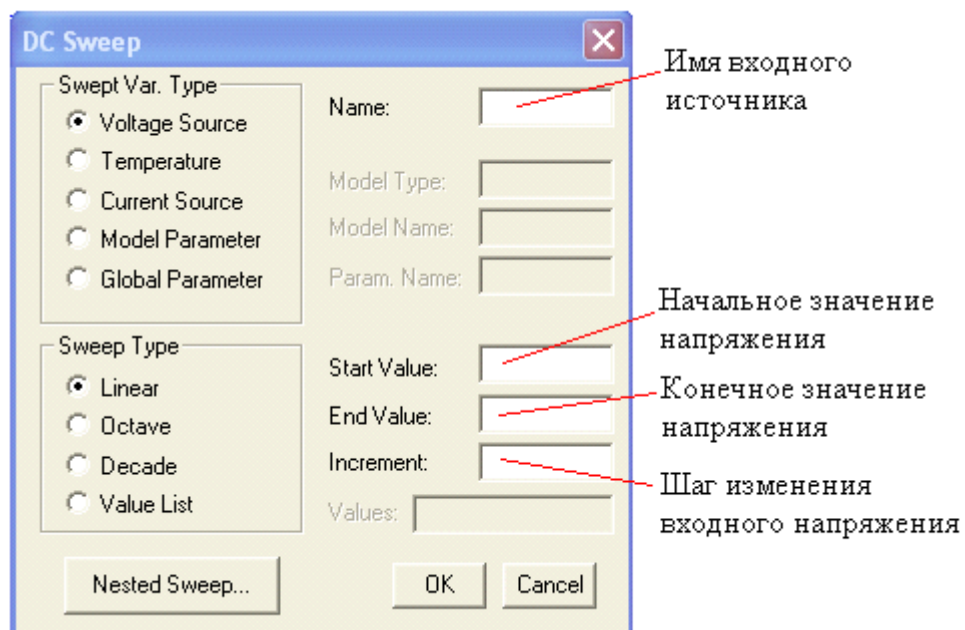

Рис. 5. Задание параметров для расчета передаточной характеристики
- Установить режим расчета передаточной характеристики (*Analisis - Setup... - Sweep DC...*). В этом режиме установить имя источника входного сигнала, пределы его изменения и шаг изменения (рис. 5).